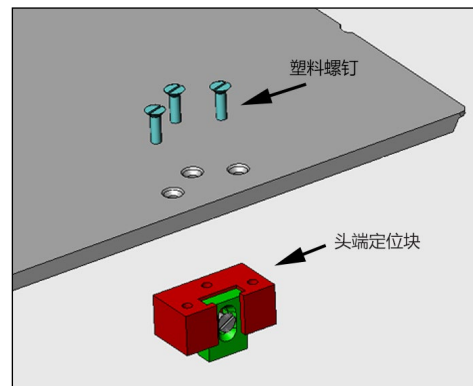

图 22
1. 使用提供的 3 个塑料 $\frac{3}{8}$ -12 x 1.25" 平头螺钉将头端定位块安装到 CT 覆盖罩上 (如果尚未安装)。您可以使用 25 分硬币或平头螺丝刀松开或拧紧螺钉 (图 22)。